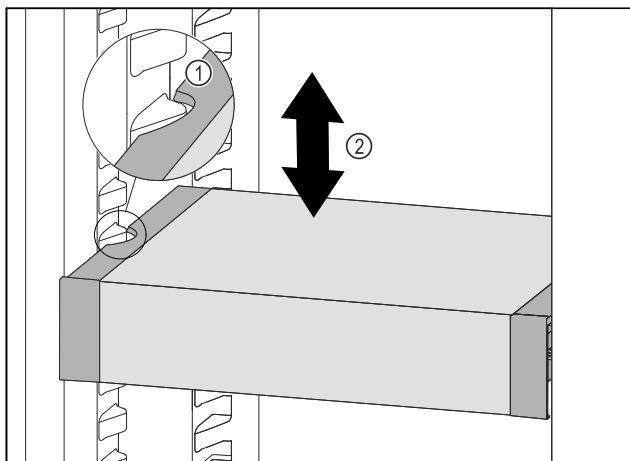

Fig. 110
- VarioSafe ťahajte dopredu, dokým sa bočné vybrania VarioSafe nebudú nachádzať vo výške rebra nádoby v chladničke. Fig. 110 (1)
- VarioSafe v chladničke presúvajte nahor alebo nadol, dokým sa dosiahne požadovaná výška. Fig. 110 (2)